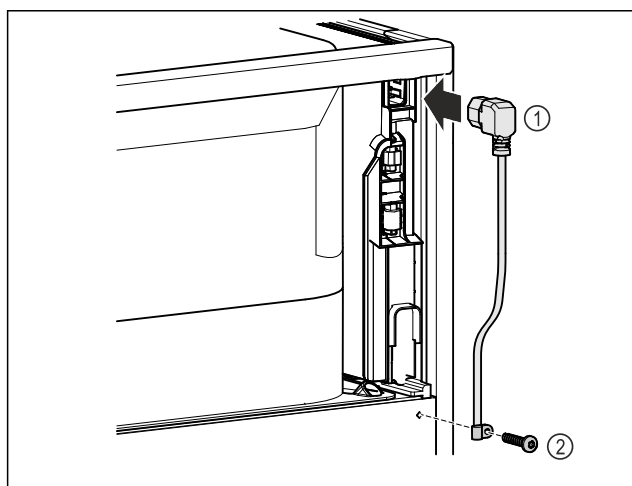

Fig. 8
- ▶ Introduceți mufa pentru puteri mici de la conductorul de racord la rețea Fig. 8 (1) pe partea posterioară a aparatului.
- ▶ Montați siguranța antisulgere. Fig. 8 (2)